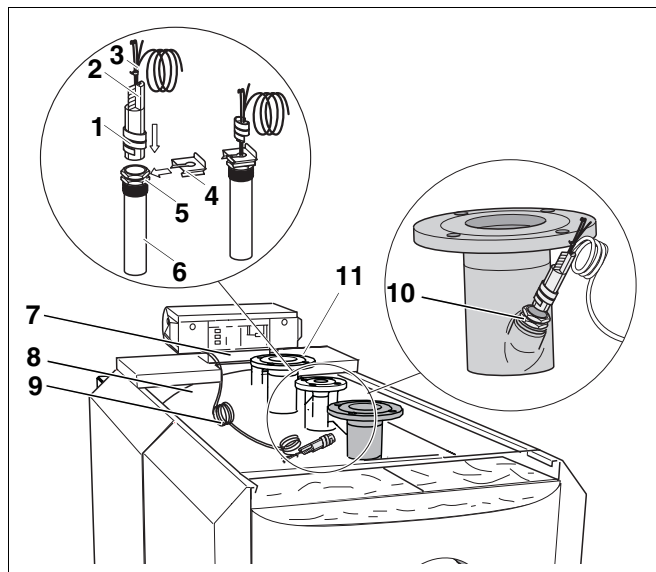

Рис. 31 Установка комплекта температурных датчиков
- Проложить капиллярные трубки и провод датчика (рис. 31, поз. 9) к точке замера (рис. 31, поз. 10) на подающей линии отопительного котла.
- Лишний кабель, капиллярные трубки и провод датчика (рис. 31, поз. 9) смотать и уложить на теплоизоляцию корпуса котла (рис. 31, поз. 8).
- Кабель горелки провести через кабельный ввод передней крышки котла (рис. 31, поз. 7).
- Вставить до упора компенсационную пружину (рис. 31, поз. 2) с температурными датчиками (рис. 31, поз. 3) в гильзу (рис. 31, поз. 6).
При установке температурных датчиков (рис. 31, поз. 3) в гильзу (рис. 31, поз. 6) пластмассовая спираль (рис. 31, поз. 1) автоматически выдвигается назад.
- Задвинуть фиксатор (рис. 31, поз. 4) сбоку на головку гильзы (рис. 31, поз. 5).
- Вставить весь комплект датчиков системы управления 4212 в точку замера на подающей линии отопительного котла (рис. 31, поз. 10).
- Датчик модуля ZM 427 устанавливается заказчиком на обратную линию отопительного котла (рис. 31, поз. 11).